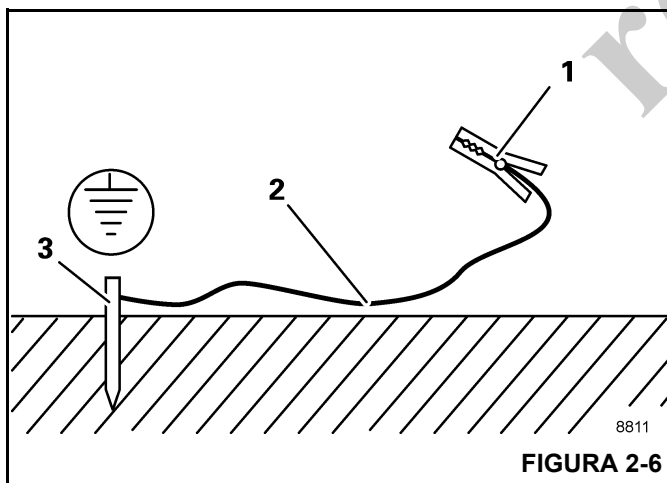

FIGURA 2-6
1. Martele uma haste de metal (3, Figura 2-6) (comprimento de aproximadamente 2,0 m (6.6 pés)) pelo menos 1,5 m (5 pés) no solo.
2. Umedeça o solo ao redor da haste de metal (3) para obter melhor condutividade.
3. Prenda um cabo isolado (2) na haste de metal (3), seção transversal de pelo menos 16 mm² (0.025 pol.²) (AWG 5).
4. Conecte a extremidade livre do cabo com um grampo (1) a um local com boa condutividade elétrica na estrutura.